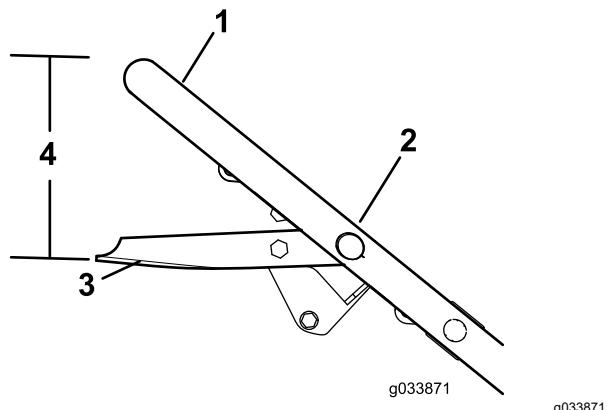

Figure 31
3. Tenez la barre de commande de la lame à 19 cm (7 5/8 po) du haut du guidon, comme illustré à la Figure 31.